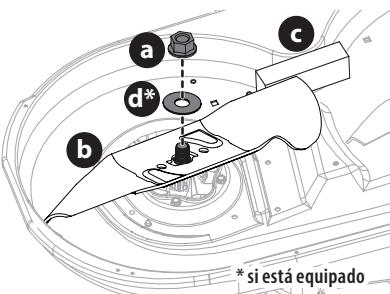

Figura 52
2. Coloque un bloque de madera (c) entre el alojamiento de la plataforma y el borde de corte de la cuchilla (b) para ayudar a aflojar la tuerca hexagonal (a) y la arandela (d)* que fijan la cuchilla (b). Utilice una llave de 15/16 pulgadas para aflojar la tuerca hexagonal (a) y la arandela (d)* (Figura 52).
3. Cuando reinstale las cuchillas, asegúrese de lo siguiente (Figura 52):